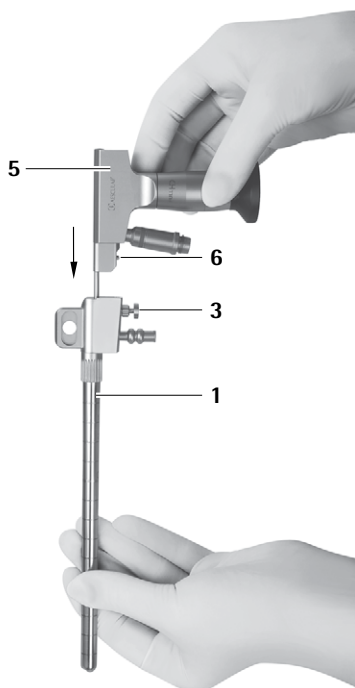

Fig. 2
- Verrouiller l'endoscope 5 dans le trocart MINOP InVent 1, voir Fig. 2.